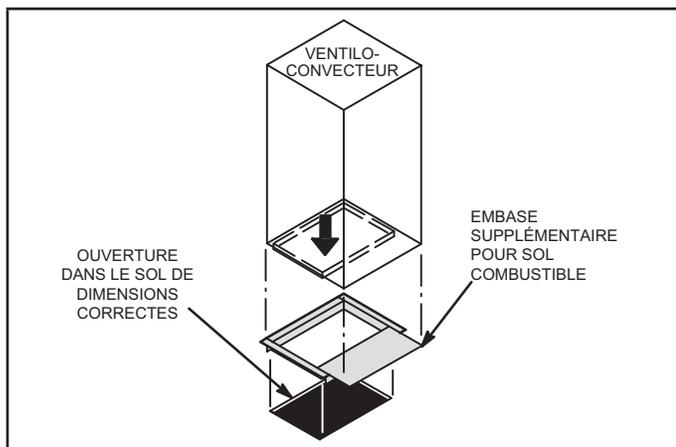

FIGURE 9. Base pour sol combustible et configuration descendante
- 8 - Pour une installation en configuration descendant sur un sol combustible, une base additive doit être utilisée comme illustré dans la figure 9, page 9. Reportez-vous aux spécifications du produit CBA38MV (EHB) pour les bases pour sol combustible et configuration descendant disponibles pour ce ventilateur-convecteur.